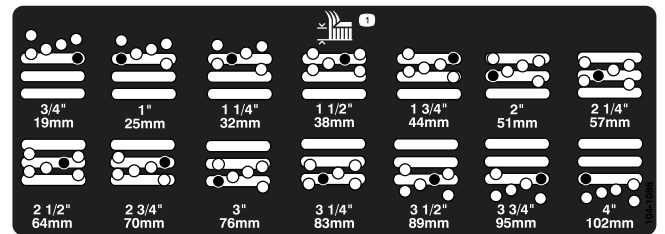

图10
4. 在支撑起切割腔的同时，取出隔片（图10）。
5. 将切割腔移至所需的剪草高度，然后将隔片安装至指定的剪草高度孔和槽（图10）。